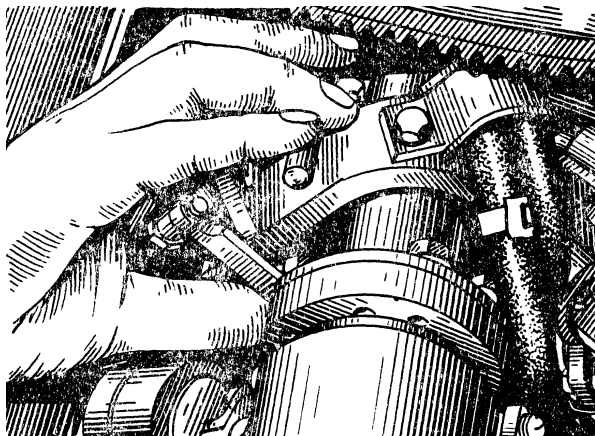

Рис. 84. Виведення шестірні редуктора повороту ПУ зі зчеплення
- повернути пускову установку праворуч, для чого вивести зі зчеплення шестірню редуктора механізму повороту пускової установки натисканням правої руки на клин і рукоятку (рис. 84);